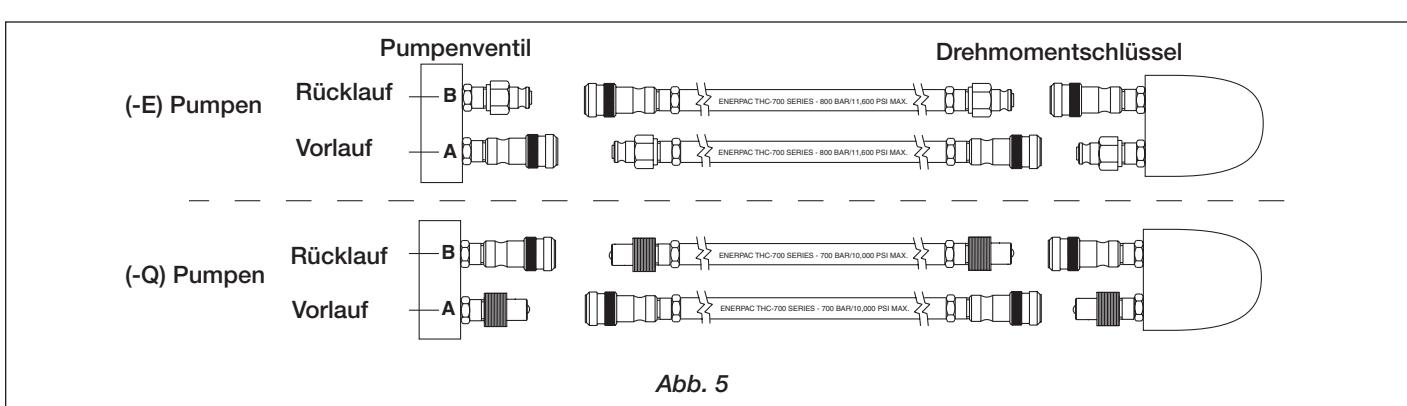

Abb. 5
Schließen Sie die Schläuche wie in Abb. 5 dargestellt an.
1. (-E) Pumpentyp für Enerpac SQD- und HXD-Drehmomentschlüssel. Achten Sie darauf, Schläuche mit der Kennzeichnung „ENERPAC THS-700 SERIES – 800 Bar/11,600 psi max.“ zu verwenden. Die Kupplungen an diesen Schläuchen sind werkseitig „polarisiert“, um einen ordnungsgemäßen Einsatz des Steckschlüssels zu gewährleisten. (siehe Abb. 5)
2. (-Q) Pumpentyp für Enerpac S und W Drehmomentschlüssel und andere Marken. Verwenden Sie Schläuche, die mit "Enerpac THQ-700 series-700 bar/10,000 psi max." gekennzeichnet sind. Für den ordnungsgemäßen Steckschlüsseleinsatz müssen Kupplungen wie in Abb. 5 polarisiert sein. Stellen Sie vor Inbetriebnahme sicher, dass die Kupplungen vollständig eingerastet und angezogen sind. Teilweises Einrasten der Kupplungen verhindert ordnungsgemäßen Steckschlüsseleinsatz.